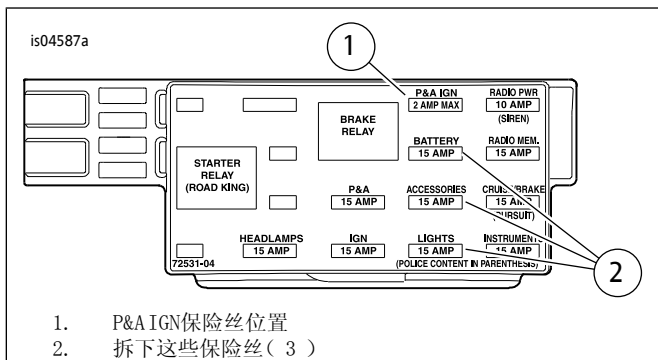

图13。P&A IGN保险丝空腔（2004-2007年款旅行车型）
- 2004-2007年款车型：参见图13。找到标有“P&A IGN”及“2AMAX”（最大电流2安）（1）的保险丝空腔。拆下这一排中当时已安装三个保险丝（2），注意它们的位置。